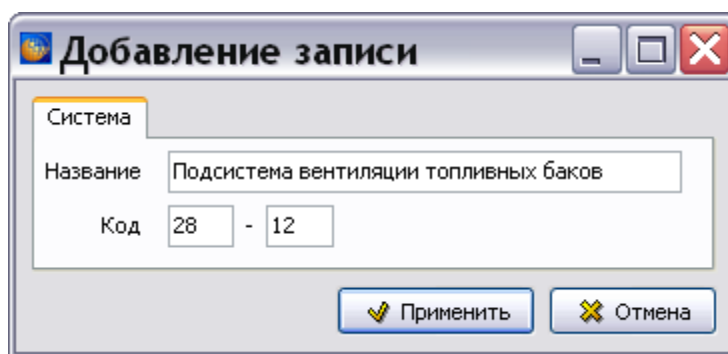

Рис. 12.2
2. В окне **Добавление записи** введите название и код системы (Рис. 12.2).